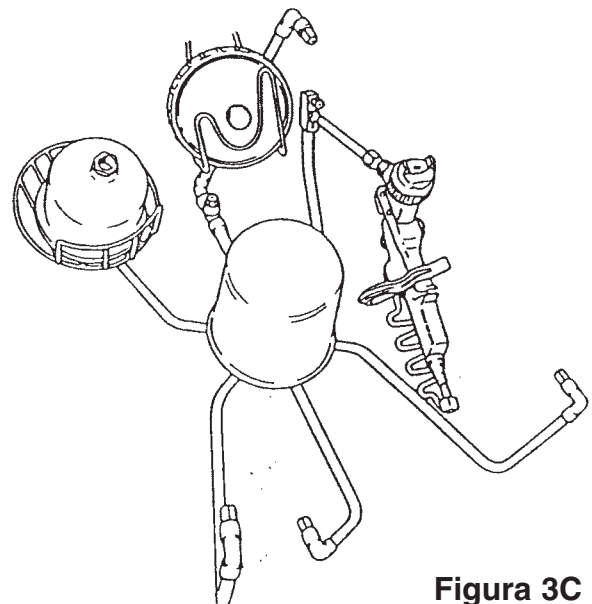

Figura 3C
5.5 LAVADO DE LAS PISTOLAS POR GRAVEDAD (CON TAZA SOBRE LA PISTOLA) DESMONTADA (VER FIGURA 3C)